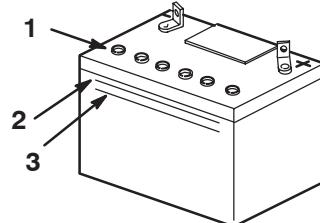

Figure 33
- Observez le côté de la batterie. Le niveau de l'électrolyte doit atteindre le trait supérieur (Fig. 33). Ne laissez pas l'électrolyte descendre en dessous du trait inférieur (Fig. 33).
- Enlevez les bouchons d'aération de la batterie (Fig. 33).
- Versez de l'eau distillée avec précaution dans chaque élément jusqu'au repère supérieur (Fig. 33) sur le côté de la batterie.
- Attendez cinq à dix minutes après avoir rempli les éléments. Ajoutez de l'eau distillée au besoin, pour amener le niveau au repère supérieur (Fig. 33) sur le côté de la batterie.